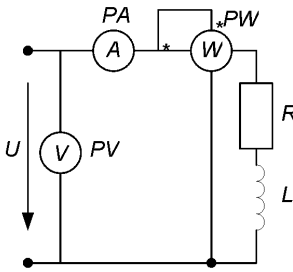

Рис. 3.43
2. Для определения параметров индуктивной катушки была собрана цепь (рис. 3.43). Приборы показали: $U = 100 \text{ В}$; $I = 5 \text{ А}$; $P = 300 \text{ Вт}$. Определить активное сопротивление R и индуктивность L катушки, если частота $f = 50 \text{ Гц}$.